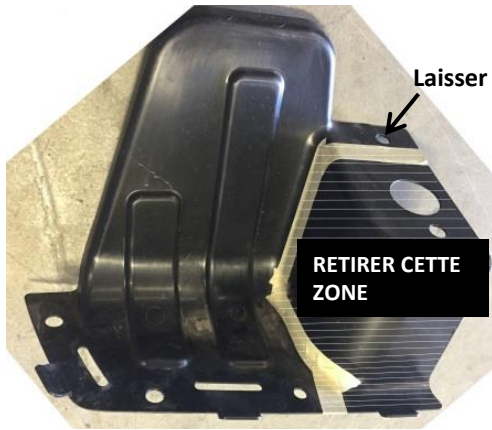

Figure 2
- 1. Échappement inférieur:** À l'aide d'une pince de retrait d'échappement, retirez (3) les supports en caoutchouc de l'échappement. **Remarque:** Assurez-vous de soutenir l'échappement pour éviter tout dommage. Pulvériser un lubrifiant ou de l'eau savonneuse sur la tige de suspension en métal et l'isolateur en caoutchouc facilite le retrait.
- 2. Retirer le pare-éclaboussures côté conducteur:** À l'aide d'une douille de 10 mm ou 14 mm, retirez (2) écrous en plastique du pare-éclaboussures. À l'aide d'un tournevis à tête plate, retirez les rivets du pare-éclaboussures, voir la **Figure 2**. Mettez de côté dans un endroit sûr pour la réinstallation.
- 3. Coupez le pare-éclaboussures:** À l'aide d'une meuleuse à matrice, coupez la zone illustrée à la **Figure 2**.